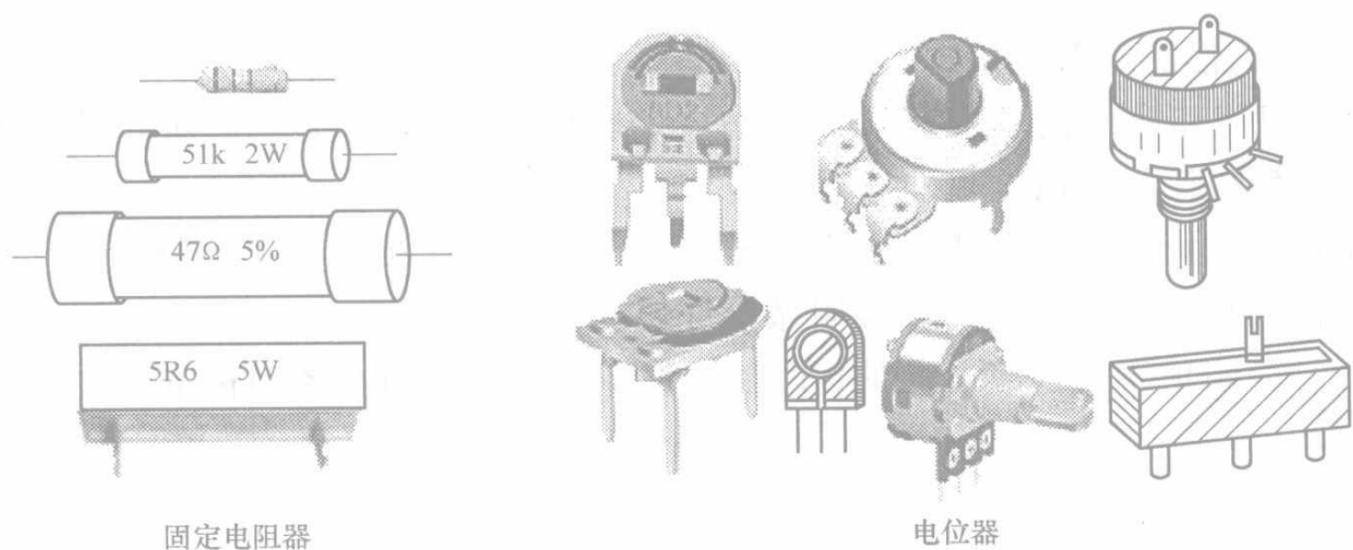

图 1-4 常用电阻器的外形图
(2)按阻值是否可调分类 可分为固定电阻器和可变电阻器两大类。电位器属于可变电阻器,因其可以通过分压从输入电压中取得总电压的一部分,所以称为电位器。常用固定电阻器和电位器的外形如图 1-4 所示。